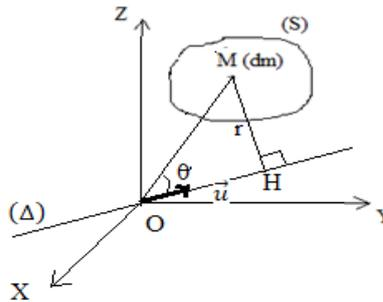

Figure III.16
Considérant une droite (Δ) appartenant à un repère $R(O, x, y, z)$, passant par le point O et a un vecteur unitaire \vec{u} ($\Delta(O, \vec{u})$). (S) un solide continue appartenant au même repère R ou M un point de ce solide d'une masse élémentaire (dm) (figure III.16)